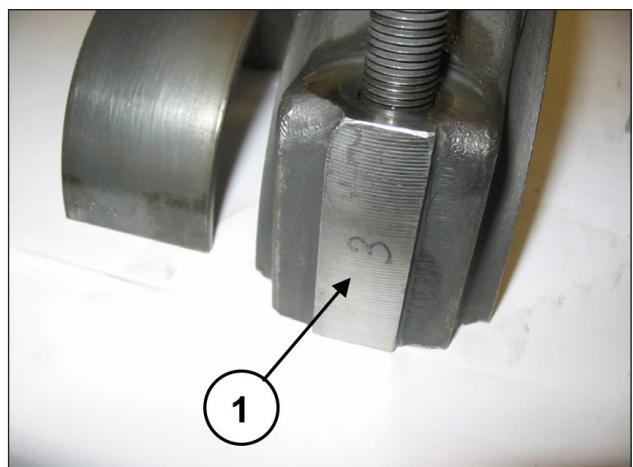

图 42
将半连杆联接先前拆除的连杆帽, 注意编号(位置①, 图 42)。
将连杆帽与半连杆分开；正确的联接由一侧的编号保证(位置①, 图 42)。